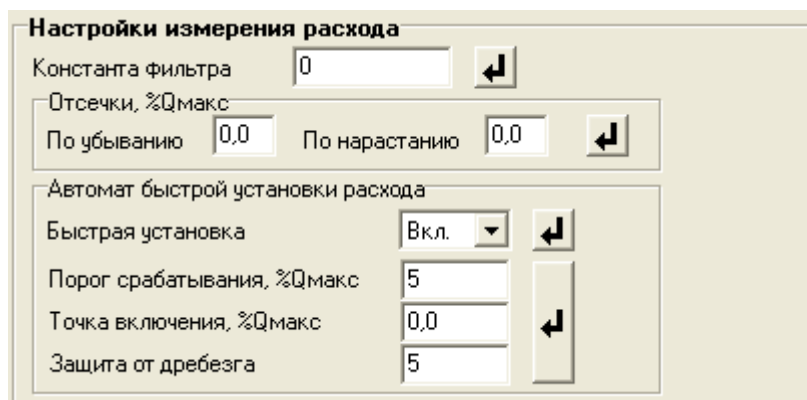

Рис.7. Вид группы «Настройки измерения расхода».
2.3.1. Установочные параметры измерения расхода находятся на вкладке **Настройки** основного окна программы «Монитор» в группе **Настройки измерения расхода** (рис.7).